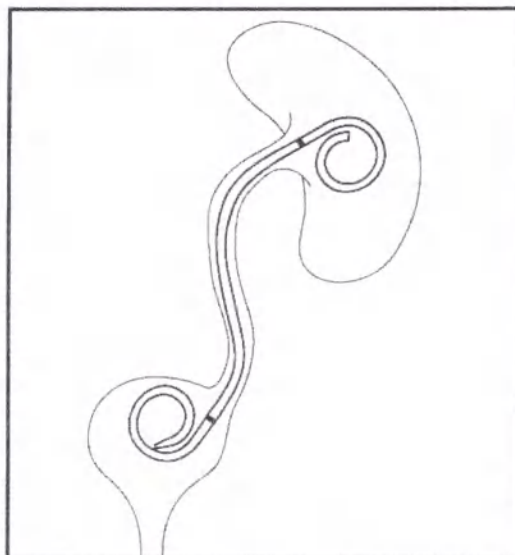

Рисунок 4. Правильное положение стента
5. После того, как проксимальный и дистальный концы стента займут надлежащее положение, вытяните поддерживающую канюлю примерно на 10 см и затем вытяните проводник на ту же длину. Убедитесь в том, что дистальный завиток стента сформировался в мочевом пузыре. Каждый стент оснащен двумя рентгеноконтрастными маркерами, расположенными в непосредственной близости от завитков. См. Рисунок 4.